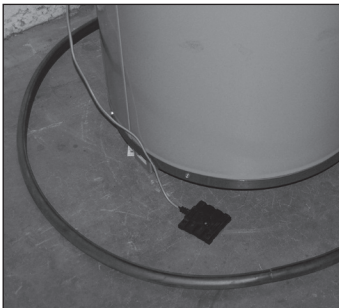

Figure 4
4. Installer la plaquette du détecteur d'eau sous le chauffe-eau avec la carte de circuit imprimé verte en bas. La plaquette du détecteur doit reposer à plat sur le sol ou dans le bac de récupération. Acheminer le câble de connexion vers l'unité de contrôle et insérer le connecteur de verrouillage dans la carte de circuit imprimé. **Figure 4**